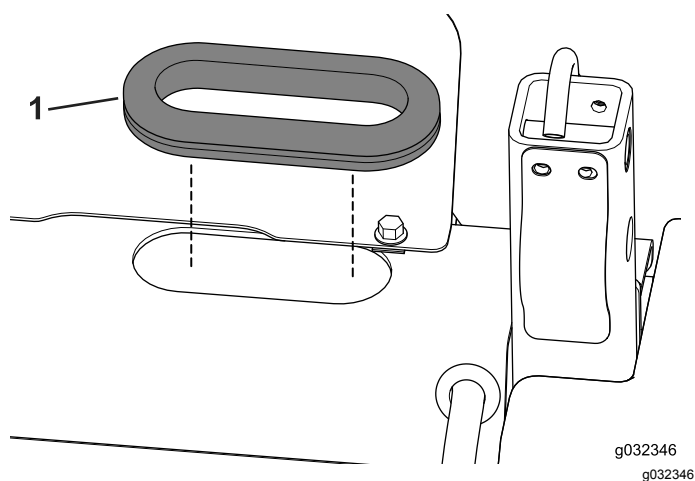

Figure 16
3. Insérez le passe-câble dans l'ouverture (Figure 16).